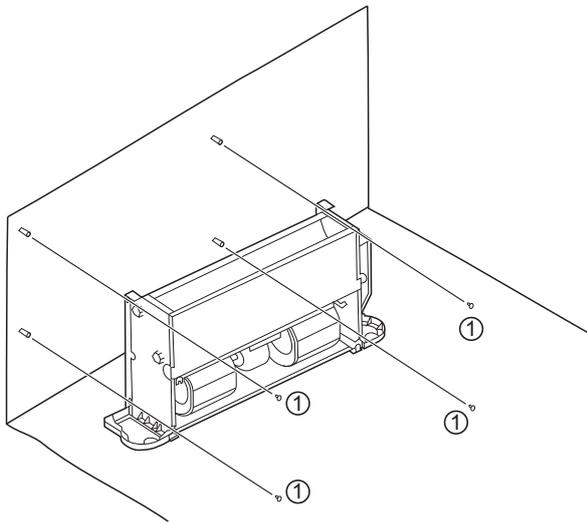

Figura 5-2 Diagrama para a fixação do corpo da unidade
Como mostrado na Figura 5-2, aperte quatro parafusos (1) numa estrutura de alvenaria adequada.